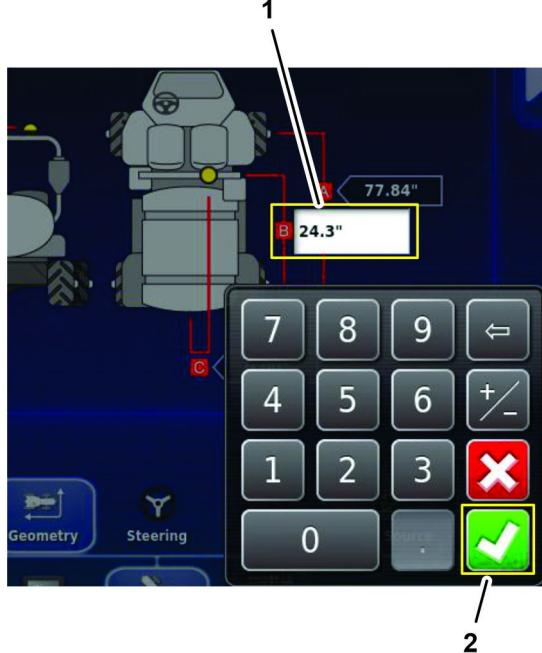

图 190
2. 按后轴中心线与卫星接收器中心图标B用显示屏键盘输入您在 测量车辆几何形状 \(页码 79\) 中记录在车辆几何形状表中的测量值然后按“确认”图标图 190。